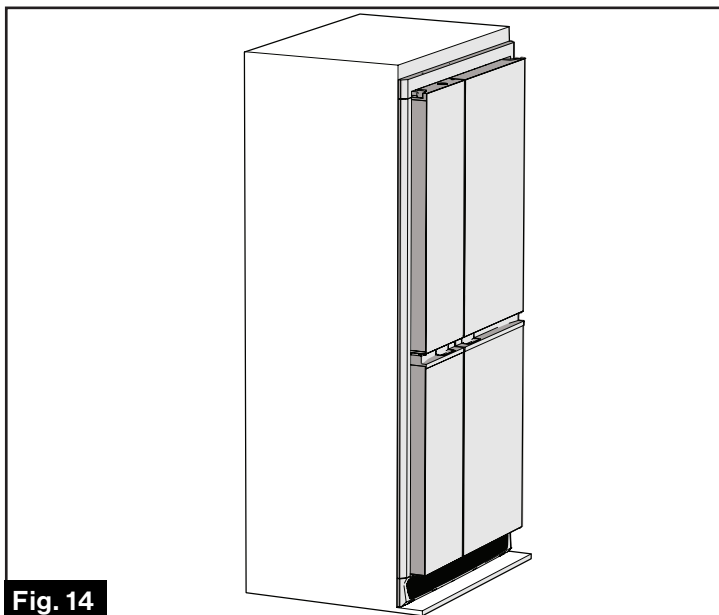

Fig. 14
9. El refrigerador ahora está completamente instalado en el recinto. (Fig. 14)